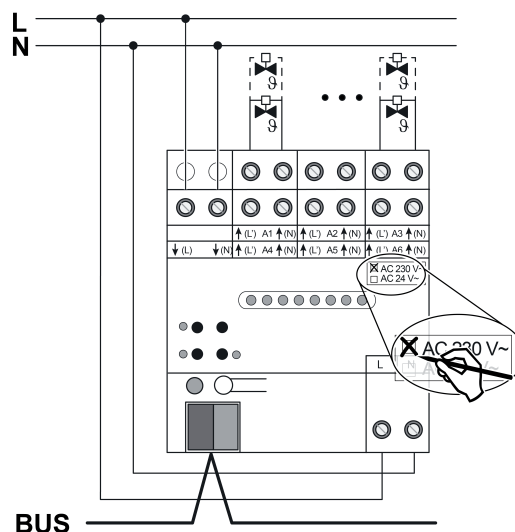

Figura 3: Collegamento attuatori 230 V
- Collegare gli attuatori AC 230 V secondo lo schema elettrico degli allacciamenti (figura 3).